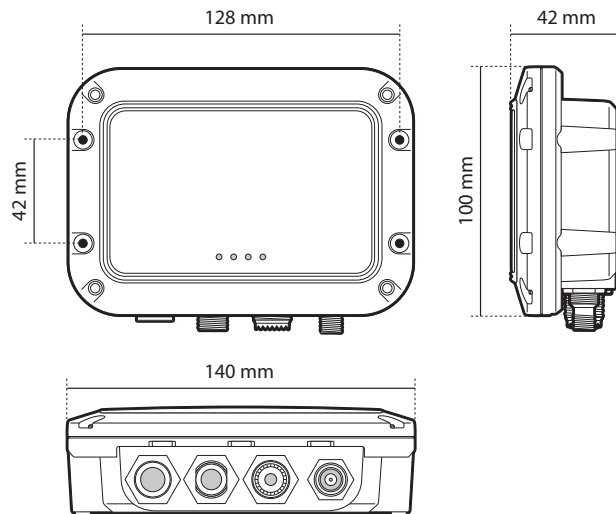

Figura 5 Dimensioni di Ricetrasmittente AIS
- Attorno ad Ricetrasmittente AIS deve esserci spazio sufficiente per il passaggio dei cavi. Vedere Figura 5 per maggiori dettagli relativi alle dimensioni di Ricetrasmittente AIS.